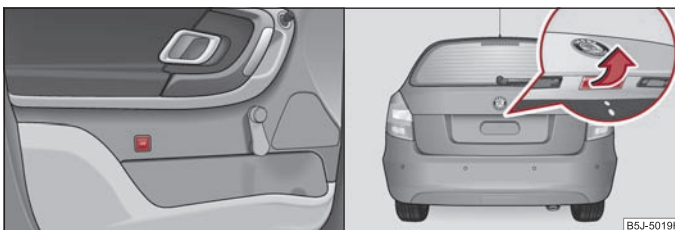

Abb. 29 Gepäckraumklappe entriegeln / Griff der Gepäckraumklappe
- Bei Fahrzeugen ohne Zentralverriegelung entriegeln Sie die Gepäckraumklappe durch Drücken der Taste an der Fahrertür ⇒ Abb. 29.